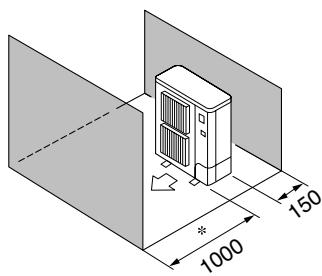

Fig. 2-6
⑤ Enbart hinder på framsidan och baksidan (Fig. 2-6)